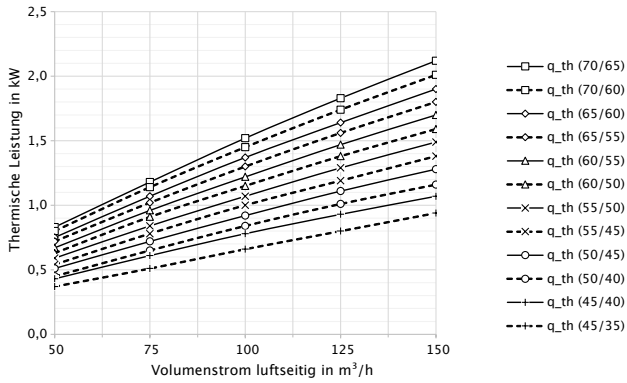

Abbildung 3: Thermische Leistungen bei verschiedenen Vor- und Rücklauftemperaturen des Heizmediums
2. In Abb. 3 von thermischer Leistung ausgehend eine horizontale Gerade bis zur minimalen möglichen Vorlauftemperatur des Heizmediums zeichnen bzw. bis zum maximal zulässigen Luftvolumenstrom (eine medienseitige Temperaturdifferenz zwischen Vor- und Rücklauf von 5 K wird empfohlen) liegt der erforderliche Luftvolumenstrom über dem maximal zulässigen Volumenstrom, so ist eine höhere Vorlauftemperatur oder eine größere Temperaturdifferenz zu wählen